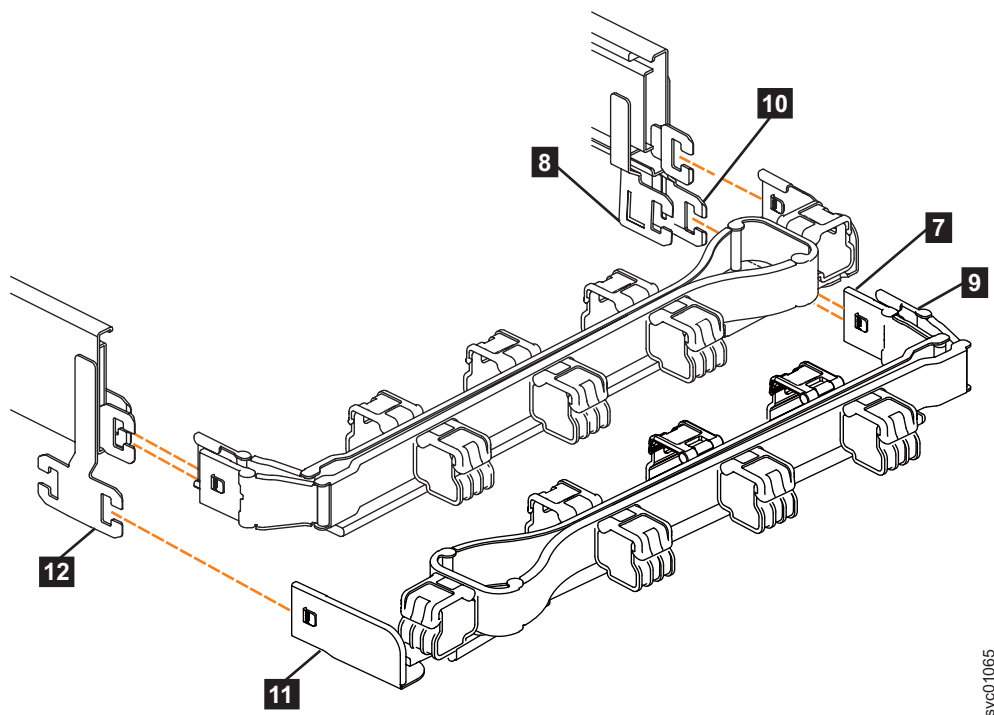

図 48. CMA アセンブリーのコンポーネントの位置の比較
注: 下部 CMA アセンブリーの接続手順は、上部 CMA アセンブリーの接続手順と同じです。ただし、コネクタの位置は逆になります。比較のため、74 ページの図 48 に、上部と下部の CMA アセンブリーをサポート・レールに位置合わせしている様子を示しています。上部 CMA のサポート・レール・コネクタは右側のレールに接続します。下部 CMA のサポート・レール・コネクタ **11** は左側のレールに接続します。
5. 図 48 に示すように、下部 CMA アセンブリーの内部コネクタ (**7**) を右側のサポート・レールの内部メンバー (**8**) に取り付けます。
6. 図 48 に示すように、下部 CMA アセンブリーの外部コネクタ (**9**) を右側のサポート・レールの外部メンバー (**10**) に取り付けます。
7. 図 48 に示すように、下部 CMA アセンブリーのサポート・レール・コネクタ (**11**) を左側のサポート・レールのコネクタ (**12**) に接続します。下部 CMA アセンブリーがサポート・レールの端にあるフックにしっかり接続されていることを確認します。